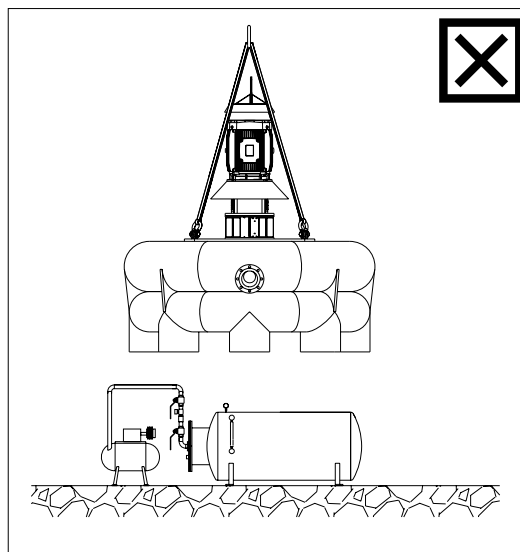

Figura 5
- Se debe evitar levantar el equipo de bombeo por sobre otros dispositivos (figura 5).